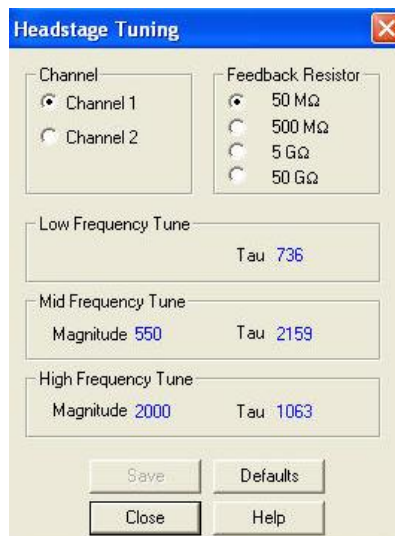

图 16. Headstage Tuning 设定框
(1) 连接放大器前面板PRIMARY输出到示波器或采样系统（如pClamp或AxoScope），示波器或数模/模数转换器被放大器后面板SYNC OUTPUT输出所触发。
(2) 将探头屏蔽并空置。
(3) 在Commander程序面板，打开Options/Advanced，在Headstage Calibration中解开挂锁，点击Tune。出现一个警示框，提示继续进行将使探头的设置恢复为出厂时的设置。点击OK后将开启Headstage Tuning设定框（图16）。
(4) 在框中选择Channel导联（即选择探头）和反馈电阻。
(5) 在示波器或采样屏幕上观察输出波（此波为放大器自动施加），调节不同程度的频响Tau值和幅度值，使出现最佳的方波反应（最短的上升时间和最小幅度的超射或下冲）。
(6) 点击Save保存设置。
(7) 选择另外一个反馈电阻，重复（5）和（6）两步的操作，直到调节完所有的反馈电阻。
(8) 如果需要的话，选择另一导联，完成上述操作。
(9) 点击Close，关闭Headstage Tuning设定框。